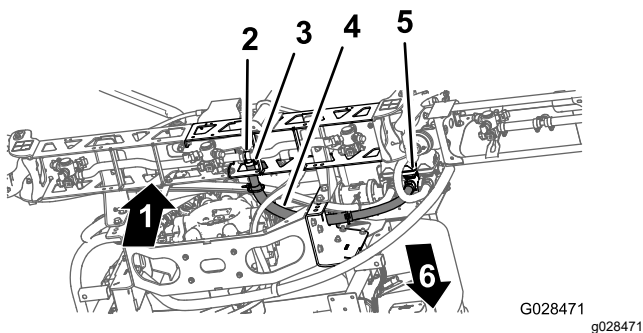

Рисунок 44
- Проложите шланг средней секции стрелы, как показано на Рисунок 44.
2. Наденьте шланг секции стрелы на тройник типа «елочка» средней секции стрелы и закрепите шланг с помощью шлангового хомута (Рисунок 44).